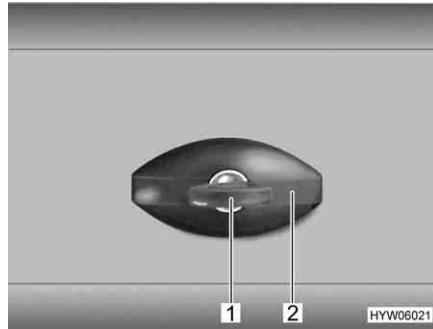

Bild 63 Lucklås, ellipsformat, låst
- Stick in nyckeln i låscylindern (Bild 63,1) och vrid ett kvarts varv moturs. Låshandtaget (Bild 63,2) frigörs.